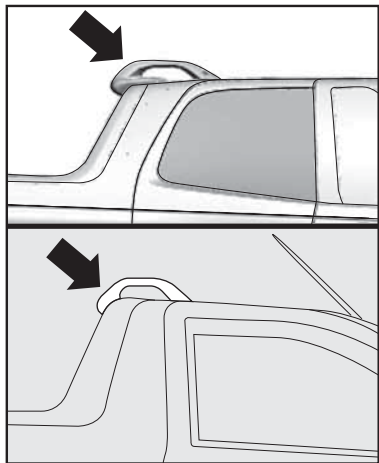
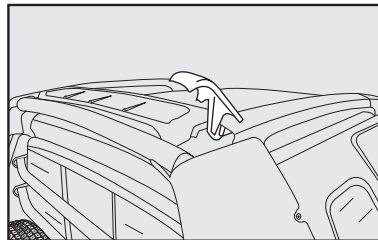

fig. 105
fig. 106
- utilizar o porta-escadas fig. 105 para apoiar e fixar corretamente os objetos de maior altura. Na versão Adventure, levantar antes os limitadores fig. 106.
Ao utilizar o porta-escadas, não apoiar objetos cujo peso for superior a 50 kg. Os limitadores fig. 106, não deverão ser forçados com pressões laterais superiores a 30 kg.